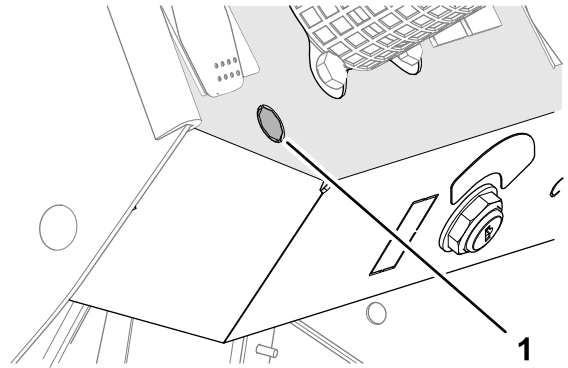

Figura 7
1. Retire el tapón del troquel del panel del salpicadero (Figura 7).